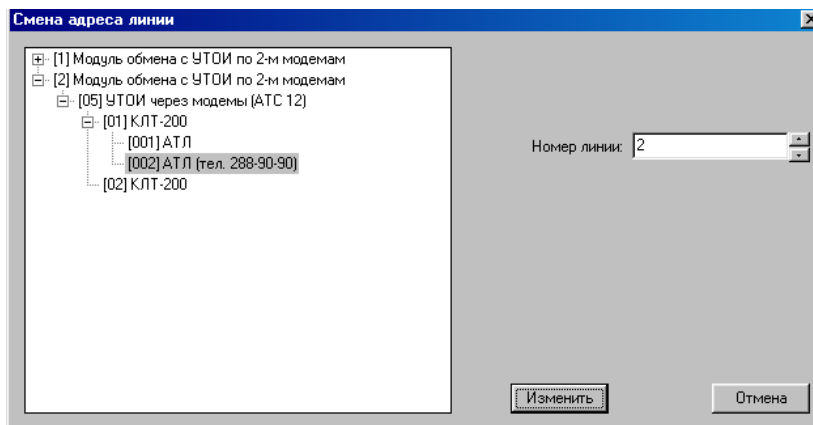
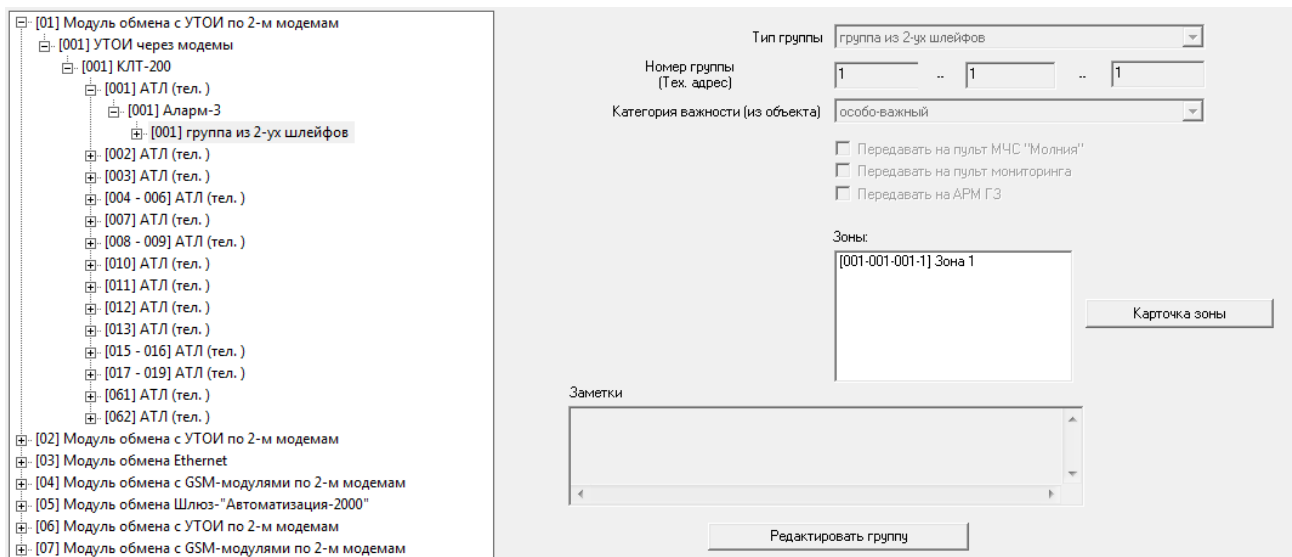

Рисунок 26
Рисунок 29
Для смены номера линии (номера направления на коммутаторе), необходимо в правом окне нажать кнопку «Сменить адрес». Программа выведет окно со списком свободных направлений по данному коммутатору (рисунок 26). Выбрать требуемый номер линии и нажать кнопку «Изменить».
3. Можно перебрасывать адрес линии не только в пределах одного коммутатора, но и по всему дереву ТС. Для этого в левой части окна необходимо поместить маркер на нужную ветку дерева, скорректировать требуемый адрес в списке свободных направлений и нажать кнопку «Изменить» (рисунок 26).
Выбрать маркером в дереве ТС шлейфную группу (пароль) под данным прибором и нажать кнопку «Редактировать группу». Ввести категорию важности группы и, если требуется, заполнить поле «Заметки» (рисунок 29). Нажать кнопку «Изменить».
3.4.3 Ввод, корректировка и удаление зон осуществляется следующим образом. Установить в дереве ТС маркер на требуемую шлейфную группу, выбрать ШС и нажать в правом окне кнопку «Редактировать шлейф» и, далее – «Выбрать зону» (рисунок 29). На экране появится окно с наименованием «Карточка зоны» (рисунок 26). Для редактирования данной зоны нажать кнопку «Редактирование зоны» и заполнить поля «Тип зоны», «Категория важности», «Комната/Квартира», «Телефон», «Условия сдачи/Снятия», «Заметки». Также желательно скорректировать поле «Наименование» зоны, т.е. вместо названия «Зона 1» внести более конкретные данные (периметр, пожарная подвала и т.д.). В правой части окна нажать кнопку «Показать схему зоны» и привязать к зоне рисунок плана помещения. Сохранить изменения.